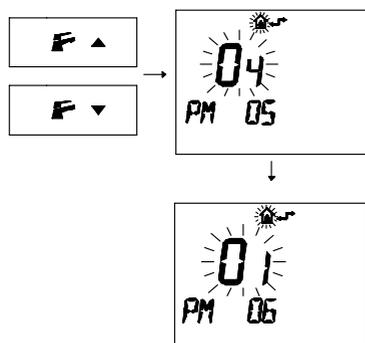

Figura 8.14
- Premere i pulsanti o per visualizzare la programmazione "PM 06" Tipo gas secondo livello (Figura 8.14).